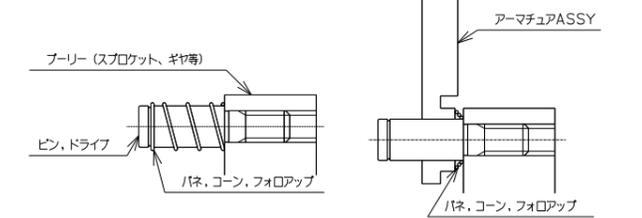

図 1
- バネ,コーン,フォロアップを径の小さい方がブーリ側になるように、ピン,ドライブに入れてください。(図1)